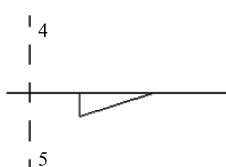

图 5-34 镜像直线 5
(5) 单击“默认”选项卡“修改”面板中的“镜像”按钮，选择直线 4 为镜像对象，以直线 1 为镜像线进行镜像操作，得到直线 5，如图 5-34 所示。